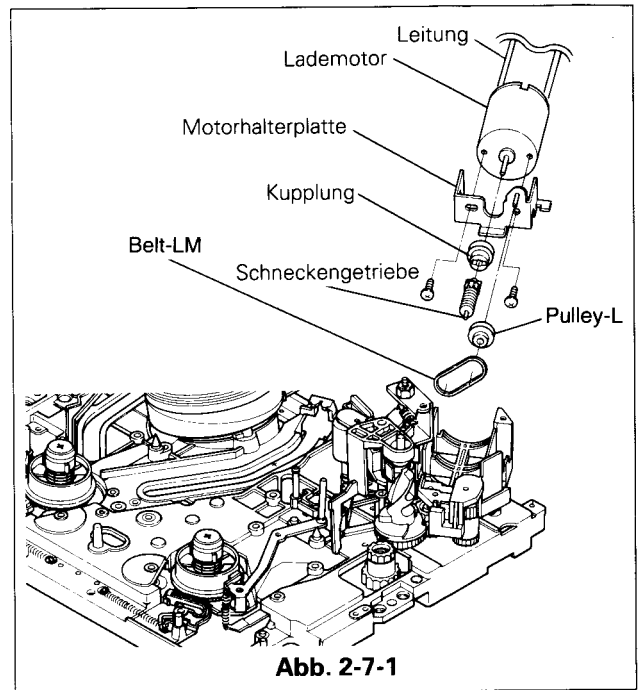

Abb. 2-7-1
2-7-1 Ausbau(siehe Abb. 2-7-1,2-7-2)
- Beim Typ-B den Riemen LM vom Lademotor und Zwischenrad entfernen. Siehe Abb. 2-7-1.
2-7-2 Einbau(siehe Abb. 2-7-1~2-7-3)